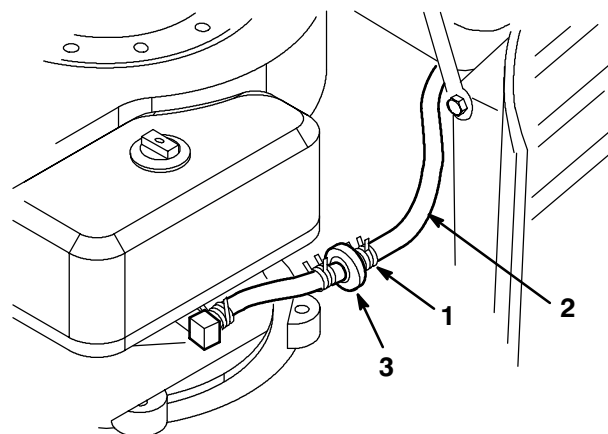

Figure 27
3. Pincer les extrémités du collier de fixation et glisser le collier vers le haut de la conduite d'alimentation, en direction du réservoir d'essence (Fig. 27).
4. Détacher du filtre la conduite d'alimentation (Fig. 27) et laisser l'essence couler dans un bidon à essence ou dans un bac de vidange.
Le meilleur moment pour remplacer le filtre à essence (Fig. 27) est lorsque le réservoir d'essence est vide. Ne jamais remonter un filtre sale après l'avoir enlevé de la conduite d'alimentation.